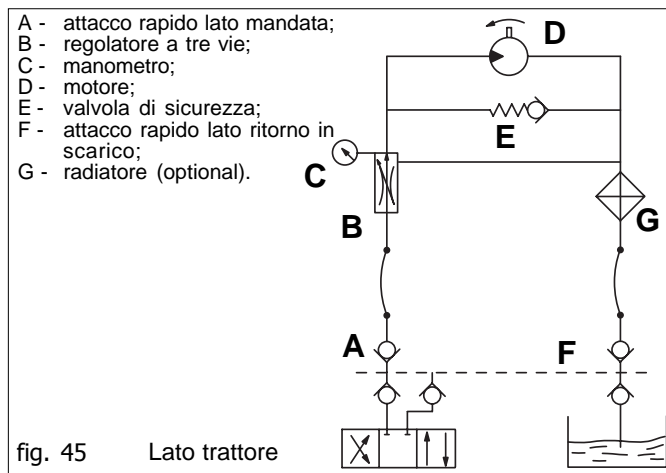

fig. 45 Lato trattore
- **Oil supply:** follow the data of the table in Fig 45.